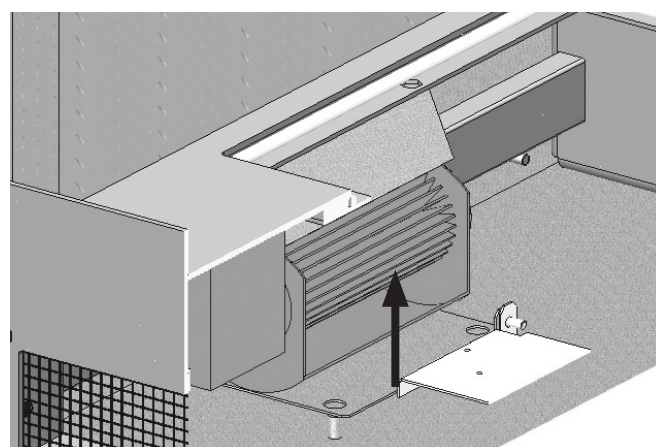

FIG. 12
5. Retirez les ventilateurs de leur logement en dévissant les boulons, retirez le bloc des broches et retirez-le en tirant vers l'avant. (Fig. 12)